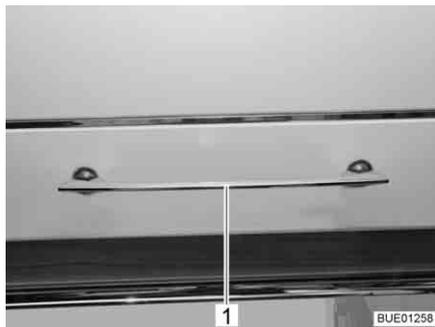

Fig. 38 Sportello del mobile con maniglia di sbloccaggio
- Premere la maniglia di sbloccaggio (Fig. 38,1) verso il basso e tenerla premuta.